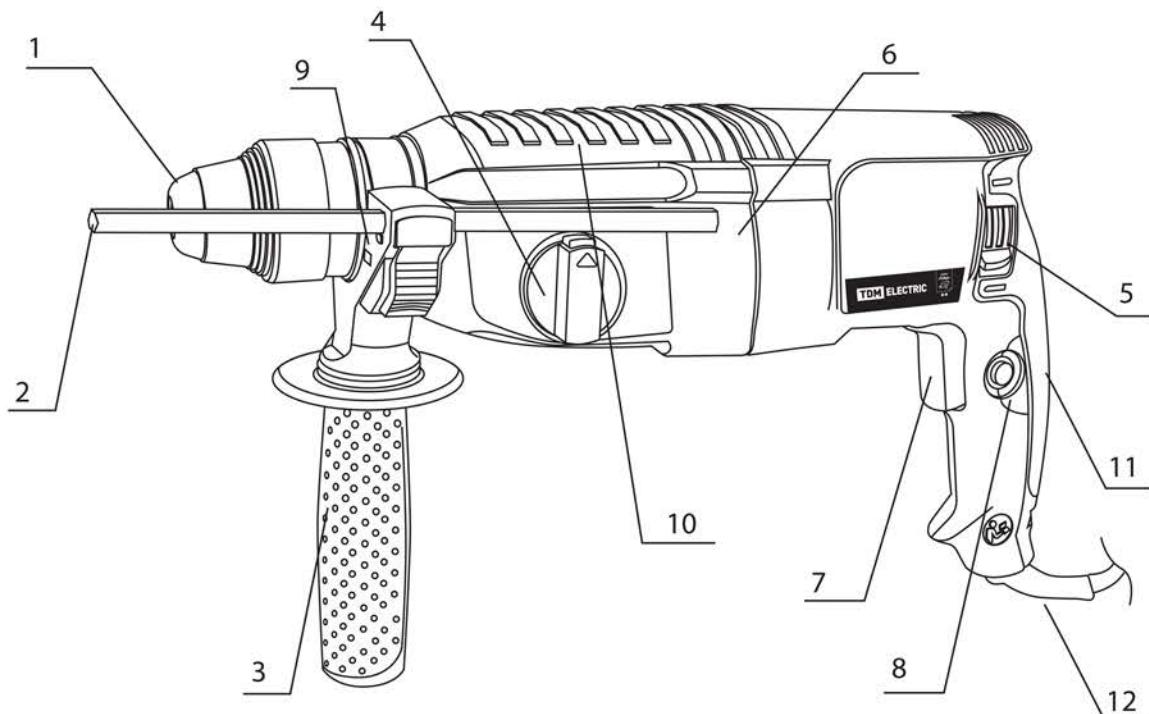

Рисунок 1. Органы управления и индикации
механизму посредством специального подшипника с качающейся наружной обоймой. Рабочий инструмент (бур, пика и др.) устанавливается и фиксируется в патроне SDS-Plus 1 (рисунок 1) с помощью хвостовика специальной формы типа SDS-Plus.
Включение перфоратора осуществляется нажатием на клавишу 7 (рисунок 1) выключателя. Кнопка 8 (рисунок 1) обеспечивает фиксацию выключателя в положении «Включено».
6.3.2. Переключение режимов работы осуществляется с помощью переключателя 4 (рисунок 1). Для выбора режима работы, необходимо нажать на кнопку с торца и повернуть переключатель 4 (рисунок 1).
нения усилия нажатия на клавишу 7 выключателя (рисунок 1). Изменять величину оборотов можно при работающем двигателе.
6.4.2. Перфоратор также имеет возможность изменения направления вращения инструмента на противоположное с помощью переключателя 5 (рисунок 1).
Бур с хвостовиком типа SDS-Plus вставить в отверстие патрона без усилия и слегка провернуть вокруг своей оси так, чтобы шлицы совпали с пазами хвостовика, (инструмент «западает» на 1...2 мм), затем вставить бур до упора. Специальный механизм предотвращает самопроизвольное выпадение бура из патрона. Для удаления бура наружный стакан патрона 1 (рисунок 1) отвести назад до упора, вынуть инструмент.
С помощью ограничителя глубины обработки 2 (рисунок 1) можно установить требуемую глубину сверления. Для этого ослабьте флагок фиксатора, нажав на кнопку 2 (рисунок 1), выставьте требуемый размер обработки (расстояние от вершины сверла/бура до конца ограничителя) и отпустите кнопку для фиксации глубиномера.
7.1.2. Установите, если необходимо, и надежно закрепите дополнительную рукоятку 3 (рисунок 1). Установите и надежно закрепите нужный сменный инструмент в патрон (см. подраздел 6.6. Установка сменного инструмента).
7.1.3. Убедитесь, что перфоратор выключен. Для этого нажмите до упора и отпустите клавишу выключателя 7 (рисунок 1).
7.2.1. Включение. Установите переключатель реверса **5** (рисунок 1) в нужное для конкретной работы положение, подключите вилку электрического кабеля к электрической сети, нажмите, плавно увеличивая усилие, на клавишу выключателя **7** (рисунок 1). Перфоратор включится, причем обороты двигателя будут расти по мере утапливания клавиши, режим работы с низкими оборотами и, следовательно, с пониженной мощностью двигателя, является кратковременным. Для продолжительной работы на максимальных оборотах можно зафиксировать включение, для чего необходимо после набора оборотов нажать и удерживать кнопку фиксатора **8** (рисунок 1), теперь клавишу выключателя, а затем и
7.2.2. Выключение. Просто отпустите клавишу выключателя **7** (рисунок 1) или нажмите и отпустите ее, если предварительно была нажата кнопка фиксатора **8** (рисунок 1).
8.1. Установите сменный инструмент. Проверьте правильность и надежность его закрепления. Очистите хвостовик бура и нанесите смазку для буров перед его установкой (примерно 0.5-1 г). Такая смазка хвостовика и патрона **1** (рисунок 1) обеспечивает равномерный износ и увеличивает срок службы инструмента и оснастки. Вставьте бур в патрон **1** (рисунок 1) инструмента. Поверните бур и протолкните его, пока он не зафиксируется. После установки всегда проверяйте надежность закрепления бура на месте, попытавшись вытащить его из патрона. Чтобы удалить бур из перфоратора, нажмите вниз на крышку патрона **1** (рисунок 1) и вытащите бур.
8.2. Установите дополнительную рукоятку **3** (рисунок 1). После этого затяните рукоятку путем поворота по часовой стрелке в желаемом положении. Возможна установка в любом положении при вращении на 360° вокруг корпуса инструмента. Для снятия боковой рукоятки **3** (рисунок 1) ослабьте крепление поворотом против часовой стрелки.
Глубиномер **2** (рисунок 1) удобен при сверлении/бурении отверстий одинаковой глубины. Нажмите на кнопку фиксации на рукоятке **9** (рисунок 1) и вставьте глубиномер **2** (рисунок 1) в отверстие рукоятки. Отрегулируйте глубиномер на желаемую глубину и отпустите кнопку блокировки.
Данный инструмент имеет реверсивный переключатель **5** (рисунок 1) направления вращения. Для изменения направления вращения переведите рычаг реверсивного переключателя **5** (рисунок 1) в нижнее положение для вращения по часовой стрелке или в верхнее положение для вращения против часовой стрелки.
**ВНИМАНИЕ!** Перед работой с перфоратором всегда проверяйте направление вращения. Пользуйтесь реверсивным переключателем **5** (рисунок 1) только после полной остановки инструмента. Изменение направления вращения до полной остановки инструмента может привести к его повреждению.